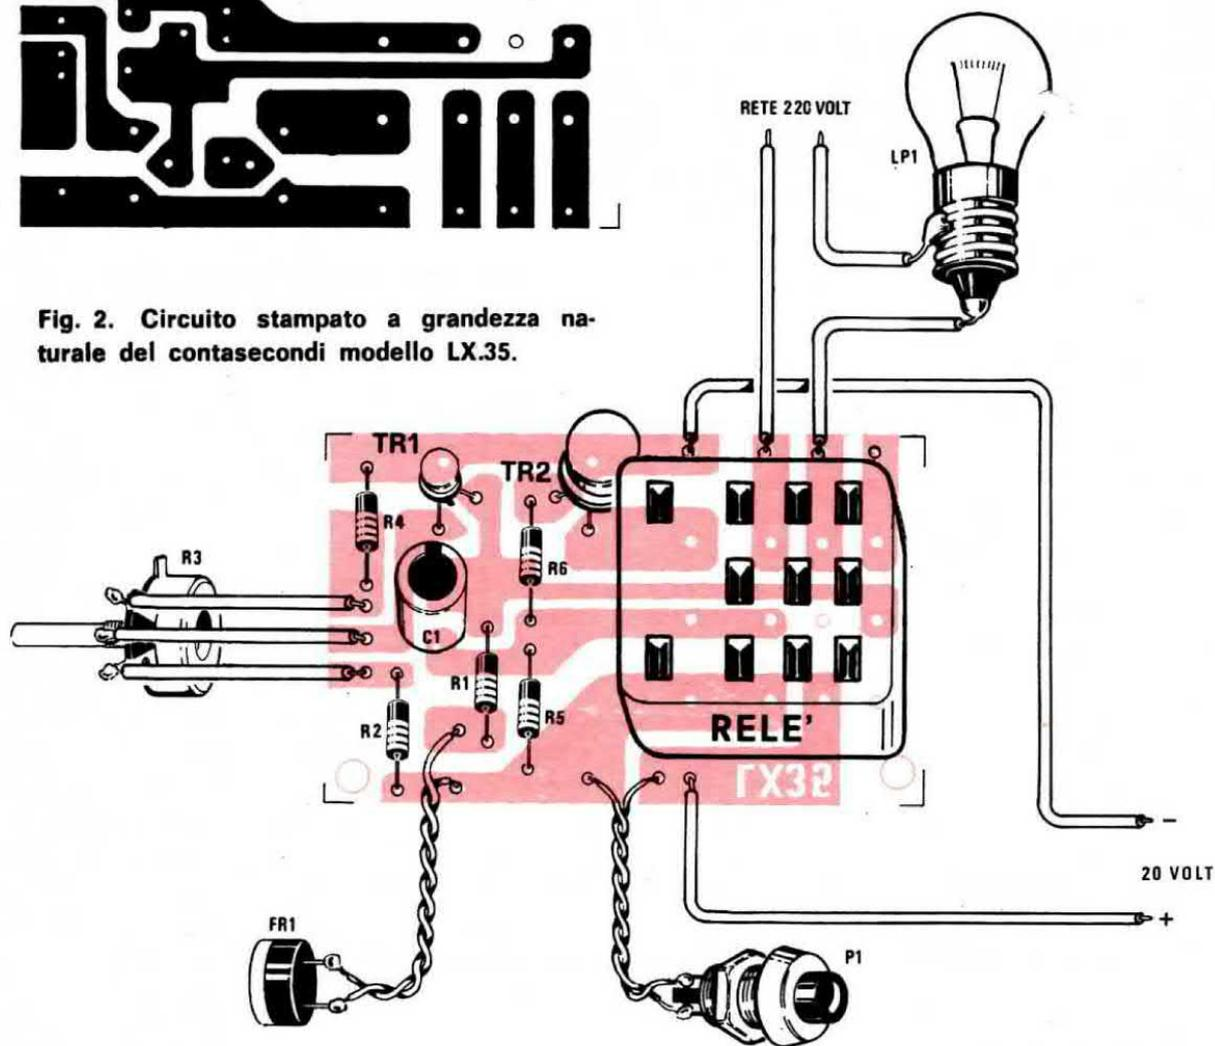

Fig. 3. Schema pratico di montaggio. Sul circuito qui visibile è inserito lo zoccolo del relè.
**Fig. 3. Schema pratico di montaggio della sonda digitale. Nel montaggio occorre rispettare la polarità dei due diodi Led in modo che l'anodo (terminale +) risulti collegato al positivo di alimentazione. Collegandolo in senso inverso il diodo non si illuminerà.**